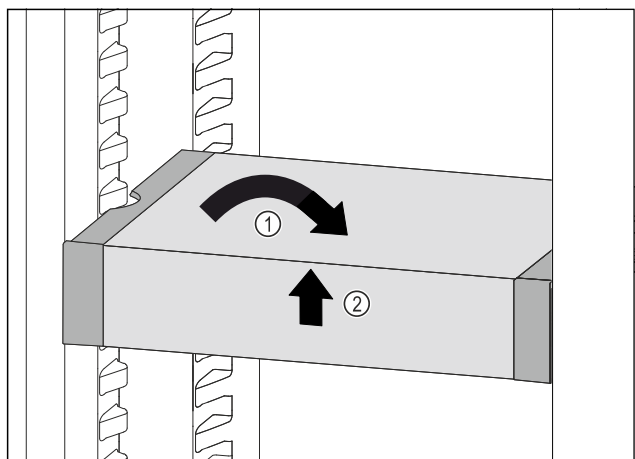

Fig. 115
- ▶ 将 VarioSafe 放平。Fig. 115 (1)
- ▶ 抬起 VarioSafe 前部。Fig. 115 (2)